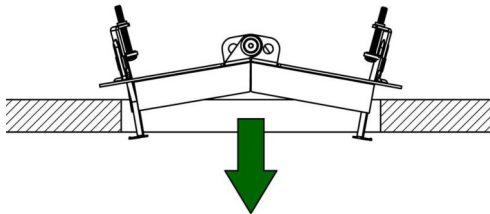

Fig. 5
3. Placez l'anneau de montage sur l'ouverture du plafond et dépliez, en insérant le col d'ouverture dans l'ouverture jusqu'à ce que la bride de l'anneau soit au ras du côté du plénum du plafond (Fig. 5).